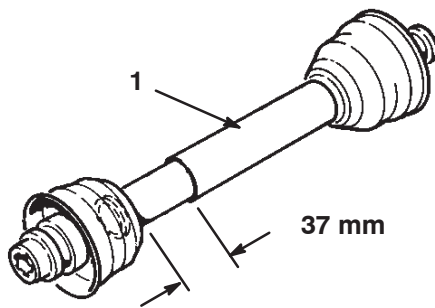

Bild 3
3. Am kürzesten Ende müssen die zwei Hälften der Zapfwelle zum Kollabieren mindestens 37 mm zusätzlichen Abstand haben (Bild 3). Wenn der Wert in Schritt 1 nicht mindestens 37 mm größer ist als der Wert in Schritt 2, ist die Zapfwelle zu lang, gehen Sie auf Schritt 4. Wenn genug Abstand besteht, sodass die Zapfwelle kollabieren kann, gehen Sie auf Schritt 9.